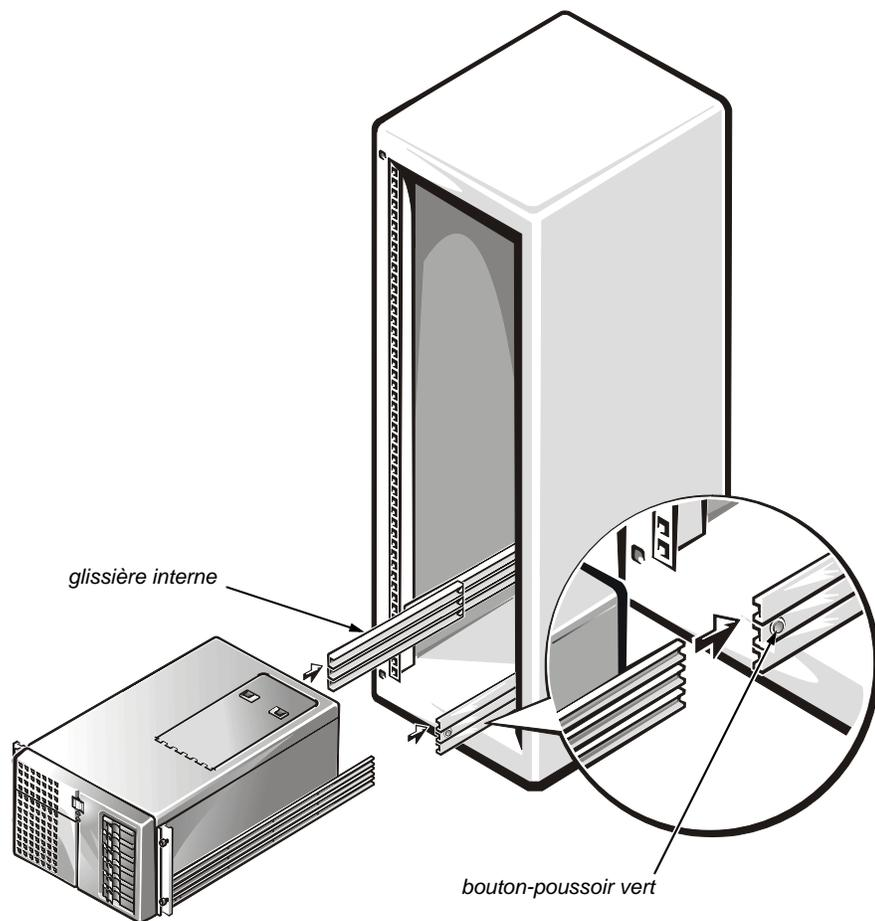

Figure 9. Installation de l'ordinateur dans le rack
REMARQUES: Lorsque vous installez les assemblages des glissières, soyez sûr que les liteaux d'écartement verts en plastic aux extrémités des voies se trouvent à l'arrière du rack et que les boutons-poussoirs verts (dans la glissière intérieure) se trouvent près de l'avant du rack (voir la figure 9).
REMARQUE: Lorsque vous poussez l'ordinateur dans les glissières internes, les assemblages des glissières se bloquent en position d'extension. Appuyez sur le bouton-poussoir vert près de l'extrémité de chaque glissière interne pour libérer les verrous (voir la figure 9) et faites glisser ensuite l'ordinateur complètement dans le rack.
1. Attachez la languette à angle droit du bras de manquement de câble au rail vertical (voir la figure 9).
À mesure que vous tirez l'ordinateur vers son extension maximale, les assemblages des glissières s'enclenchent en position étendue. Pour pousser l'ordinateur en place dans le rack, appuyez sur les boutons verts près de l'avant des deux glissières internes (voir la figure 9) tout en poussant l'ordinateur.